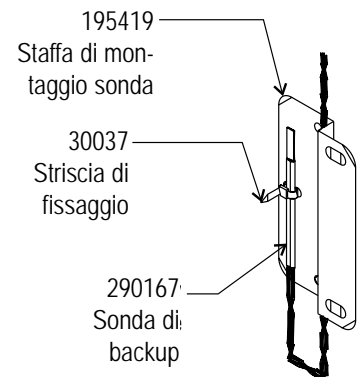

Figura 5-3. Fissare sonda
- Come illustrato in Figura 5-3, avvolgere la piccola striscia di fissaggio attraverso le aperture nella parte anteriore della staffa. Fissare la sonda sul retro della staffa con la striscia.